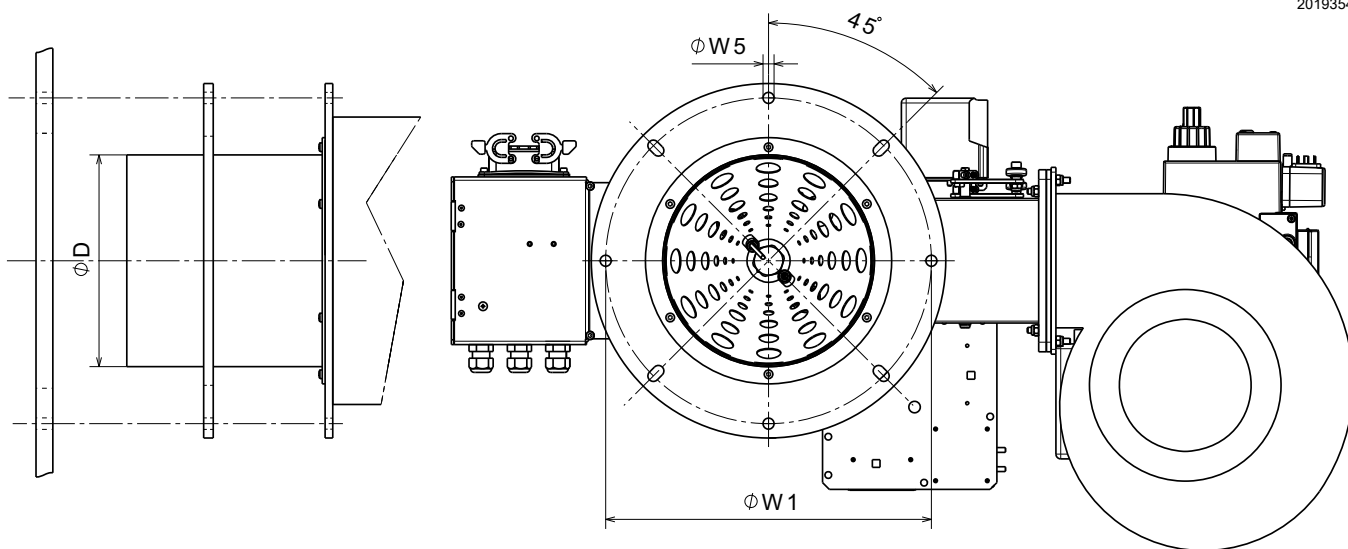

图 13
如图 13 所示，在炉膛钢板上钻孔。
- 将燃烧器整体安装到已提前钻好孔的炉墙上，如图 13 所示，并用螺丝拧紧。